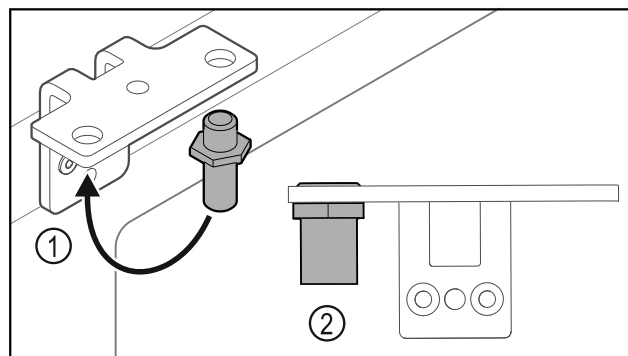

Fig. 30
- ▶ Pārlieciet tapu Fig. 30 (1) lokāmajā kronšteinā.
- ▶ Pievelciet tapu Fig. 30 (2) ar griezes momentu 12 Nm.